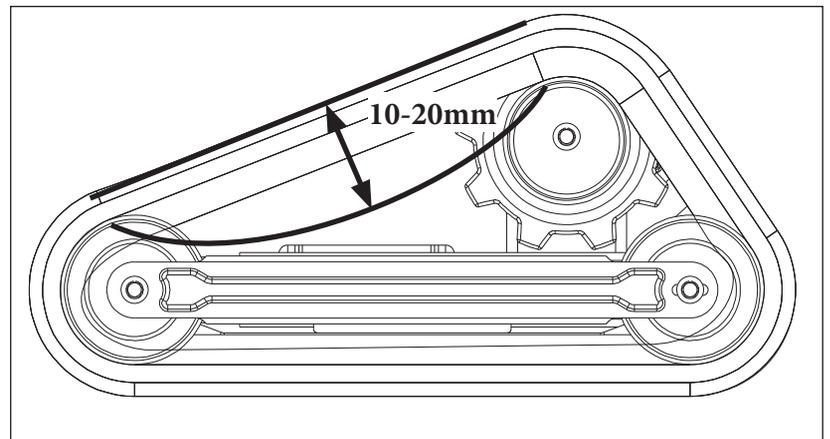

Bild 26
4. Das freie Spiel des Riemens (Bild 26) sollte durch Drücken mit der Hand zwischen 10 und 20 mm betragen.